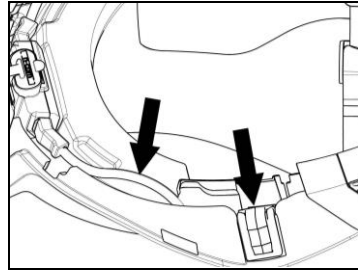

Abb. 16
- Bringen Sie das Kabel im Helminneren an und positionieren Sie den rechten Befestigungsclip in dem dafür vorgesehenen Bereich (Abb. 16).